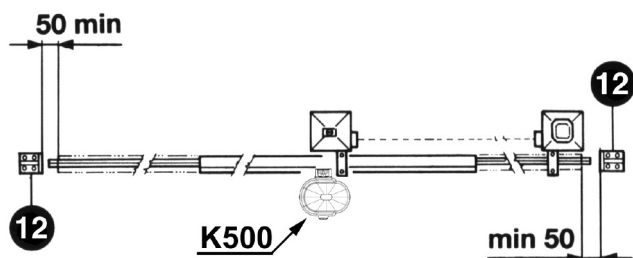

Abb. 2
- Ausser der elektrischen und mechanischen Endscharter, die mit der Steuerung verbunden werden ist es ratsam einen festen Endscharterpunkt am Boden zu befestigen. Der im gegebenen Fall einer Fehlfunktion der elektronik den Antrieb mit seinen kinetischen und statischer Groesse zum halten bringt (12) (Bild 2).
Es ist notwendig, am Ende der Führung zwei mechanische Stoppvorrichtungen zu befestigen (12) (Abb. 2).